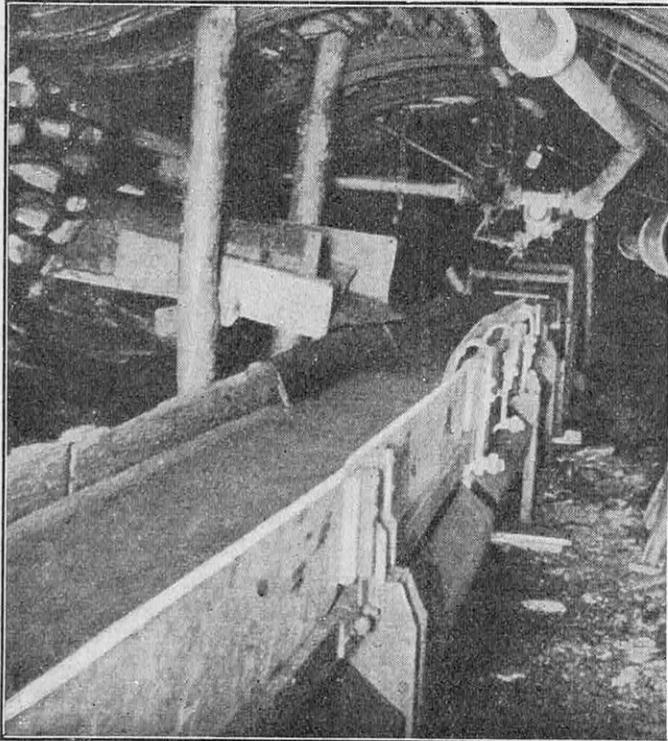

FIG. 5. — LE CONVOYEUR EN GALERIE POUR LE TRANSPORT MÉCANIQUE DU CHARBON PEUT DÉBITER 100 T/HEURE
en taille un *convoyeur* (fig. 5). Le convoyeur de taille convient bien aux gisements à faible pente, mais ondulés (le couloir oscillant ne débiterait pas, en raison des portions montantes), également aux tailles d'aval-pendage où on veut remonter le charbon dans la galerie de tête de la taille. Une bande de 65 cm de large, marchant à 1 m ou 1 m 50 par seconde, peut débiter 100 t/heure (1).